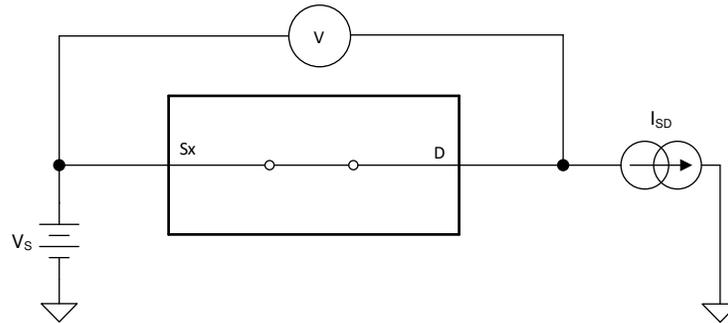

图 8-1. 导通电阻测量设置
器件的导通电阻是器件源极 (Sx) 和漏极 (D) 引脚之间的欧姆电阻。导通电阻随输入电压和电源电压的变化而变化。符号 R_{ON} 用于表示导通电阻。下图显示了用于测量 R_{ON} 的测量设置。图 8-1 显示了如何通过 $R_{ON} = V/I_{SD}$ 来计算 R_{ON} ，可以使用该设置来测量电压 (V) 和电流 (I_{SD})。